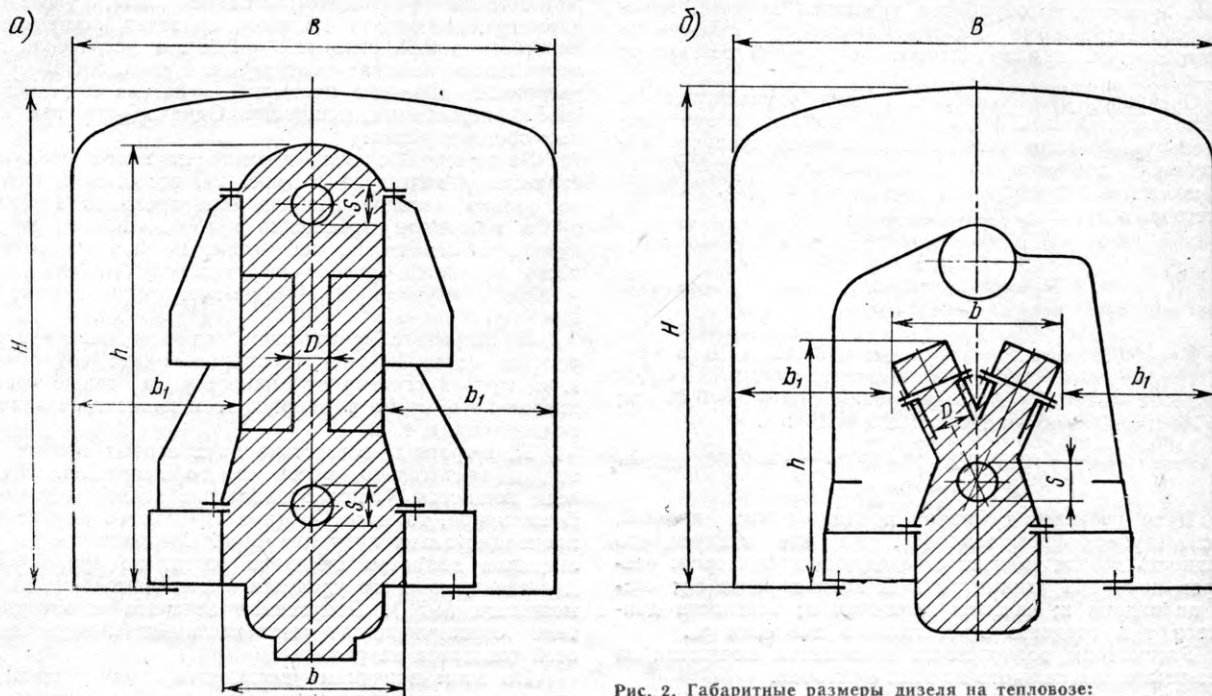

Рис. 2. Габаритные размеры дизеля на тепловозе:
Во-первых, больший диаметр цилиндра увеличивает ширину двигателя b (рис. 2), от которой зависит не только наличие необходимых проходов (шириной b_1) в машинном помещении кузова, так как ширина кузова B ограничена габаритом, но и сама возможность установки дизеля на тепловоз (особенно, если у дизеля двухрядное V-образное расположение цилиндров).
Ход поршня. Увеличение хода поршня S , как это следует из формулы (3), приводит к пропорциональному увеличению мощности, но в то же время увеличивает высоту h (см. рис. 2) и массу двигателя. Рост высоты имеет особое значение для однорядных двигателей типа Д100, высота которых и так велика (в связи с ограниченностью общей высоты H кузова тепловоза, см. рис. 2, а). Но и для четырехтактного двигателя типа Д49 с двухрядным расположением цилиндров, имеющего меньшую высоту, возможности увеличения S по габаритам тепловоза ограничены, так как и в этом случае увеличивается ширина двигателя b (см. рис. 2, б).